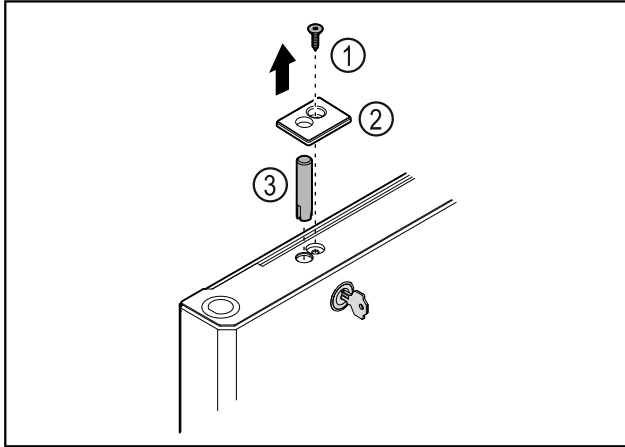

Fig. 37
- ▶ Fjern skruen Fig. 37 (1).
- ▶ Vipp dekselet Fig. 37 (2) ut av stilling med en liten skruetrekker, og ta det av.
- ▶ Trekk ut låsebolten Fig. 37 (3).